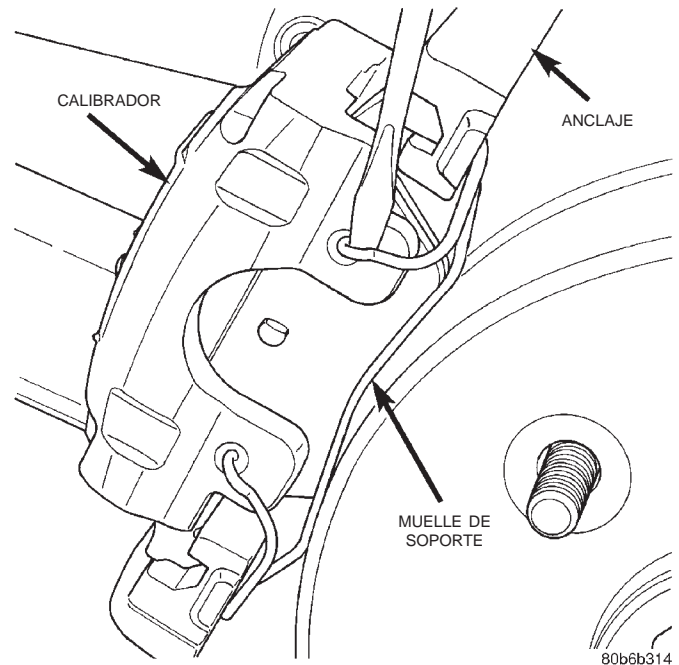

Fig. 38 Muelle de soporte del calibrador
- (5) Retire el muelle de soporte del calibrador haciendo palanca en el muelle hacia afuera del calibrador (Fig. 38).